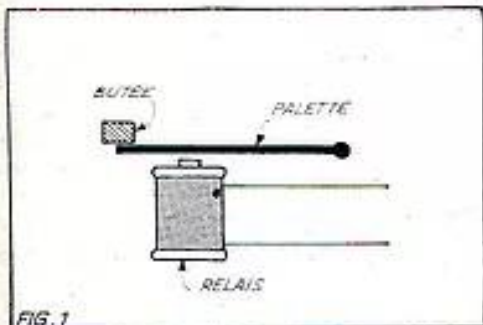

FIG. 1. — Un relais polarisé, pourvu d'une butte, est doté de « mémoire ».
- tous les relais polarisés qui restent dans la position, atteinte à la fin d'un signal, même lorsque ce signal est supprimé (fig. 1) ;